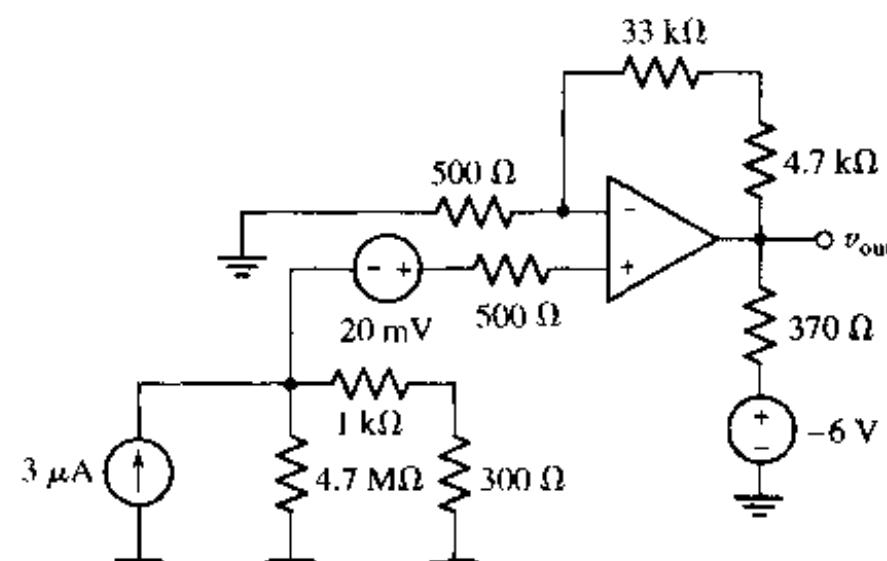

图 6.35
15. 在图 6.35 中,用 27 μA 电源替换 3 μA 电源,计算 v_{out} 。